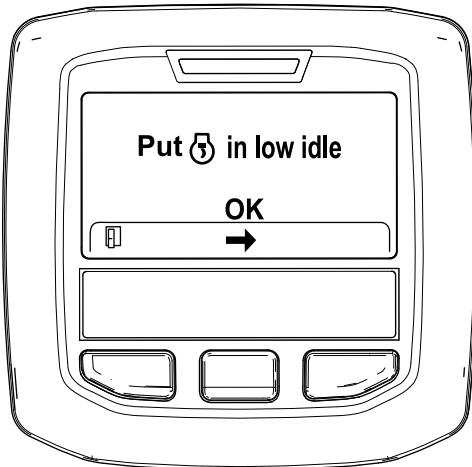

Figura 48
- Mueva el control del acelerador en RALENTÍ BAJO y pulse el botón central (Figura 48).